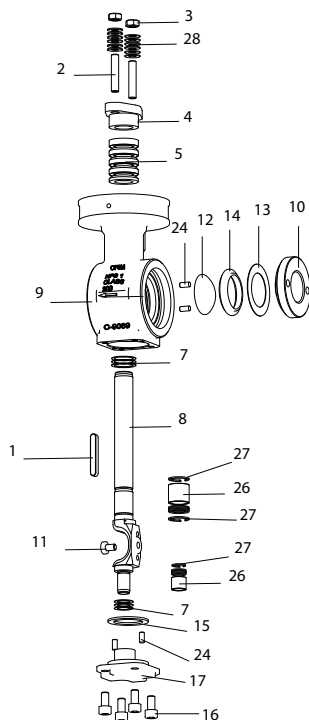
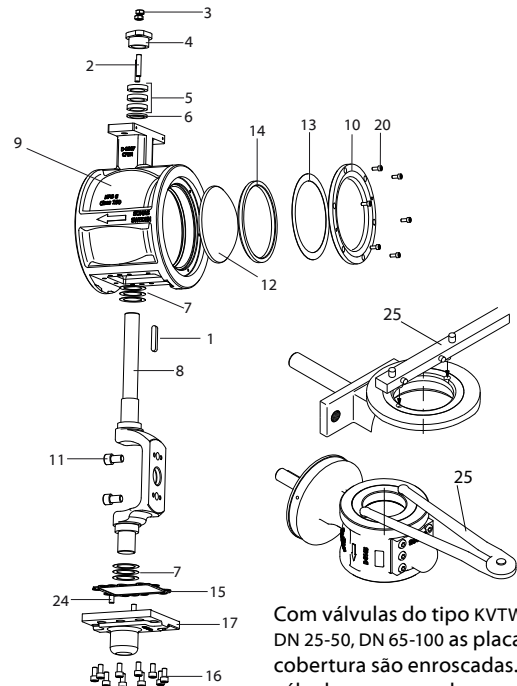

Fig.6-8
Fig. 6-10
Com válvulas do tipo KVTW och KVXW, DN 25-50, DN 65-100 as placas de cobertura são enroscadas. Para estas válvulas, recomenda-se usar uma ferramenta especial para tirar as placas de cobertura (→ Fig.6-10/25).
1. Tirar a placa de cobertura (→ Fig.Fig.6-8/10, 6-9/10) com a ferramenta e special (→ Fig.6-10/25).
2. Tirar a anilha de mola (→ Fig.6-8/13) e o assento (→ Fig.6-8/14).
1. Desapertar os parafusos (→ Fig.6-10/20) e tirar a placa de cobertura (→ Fig.6-8/10).
Com válvulas do tipo KVTW, KVXW, DN 25-50, DN 65-100 as placas de cobertura são enroscadas. Para estas válvulas, Recomenda-se usar uma ferramenta especial para tirar as placas de cobertura (→ Fig.6-10/25)
2. Tirar a anilha de mola (→ Fig.6-10/13) e o assento (→ Fig.6-10/14).
1. Desapertar os parafusos (→ Fig.6-10 / 11) e remova a placa de cobertura (→ Fig. 6-10/13) ou use uma ferramenta especial (Fig. → 6-10/25) e remova a placa de cobertura (→ Fig. 6-8/13, 6-9/13).
Para estas válvulas, recomenda-se usar uma ferramenta especial para tirar as placas de cobertura (→ Fig.6-10/25).
2. Tirar a anilha de mola (→ Fig.6-8/13) ou (→ Fig.6-10/13) e o assento (→ Fig.6-8/14) ou (→ Fig.6-10/14) e para válvulas com assento PTFE, tirar o anel de suporte (→ Fig.6-10/14a).
4. Desapertar os parafusos (→ Fig.6-8/11) ou (→ Fig.6-10/11) alternadamente com a ajuda de uma chave inglesa.
5. Tirar o segmento de esferas (→ Fig.6-8/12 ou (→ Fig.6-10/12).
2. Lubrificar os parafusos (→ Fig. 6-8/11, 6-9/11, 6-10/11) do dispositivo do eixo com pasta de dissulfureto de molibdénio.
Com válvulas do tipo KVTW, KVXW, DN 25-50, DN 65-100 as placas de cobertura são enroscadas. Para estas válvulas, recomenda-se usar uma ferramenta especial para tirar as placas de cobertura (→ Fig.6-10/25).